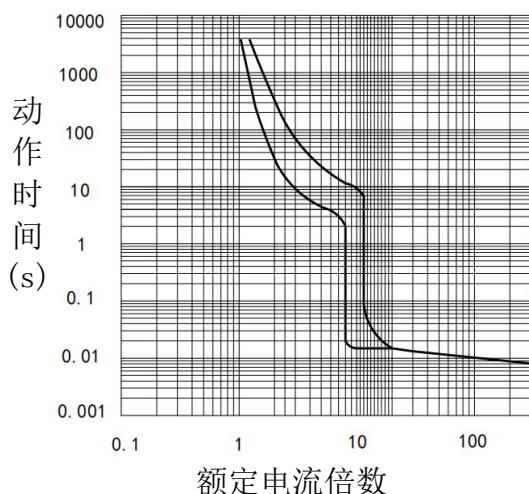
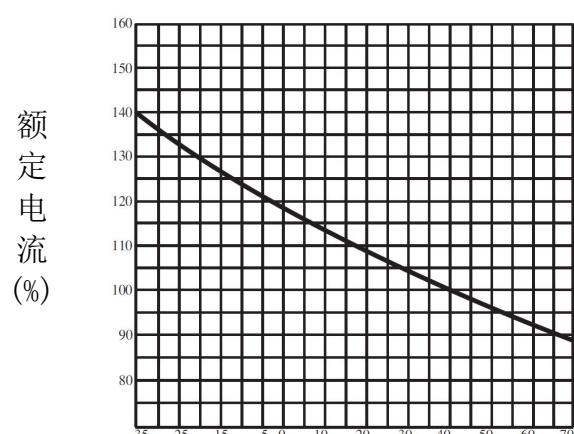

图 1 HYM3-63 动作特性曲线
图 14 HYM3-800~1250 温度补偿曲线
4.3 断路器反时限特性曲线及其温度校正曲线见图 1~图 14